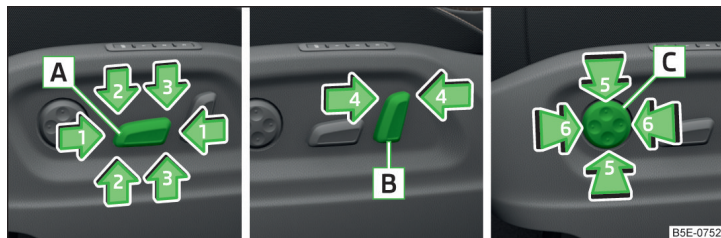

Fig. 60 Organes de commande du siège
Organes de commande du siège » fig. 60
► Pousser le commutateur **A** dans la zone de l'une des flèches **1** » fig. 60.
► Pousser le commutateur **A** dans la zone de l'une des flèches **2** » fig. 60.
► Pousser le commutateur **A** dans la zone de l'une des flèches **3** » fig. 60.
► Pousser le commutateur **B** dans la zone de l'une des flèches **4** » fig. 60.
► Pousser le commutateur **C** dans la zone de l'une des flèches **5** » fig. 60.
► Pousser le commutateur **C** dans la zone de l'une des flèches **6** » fig. 60.